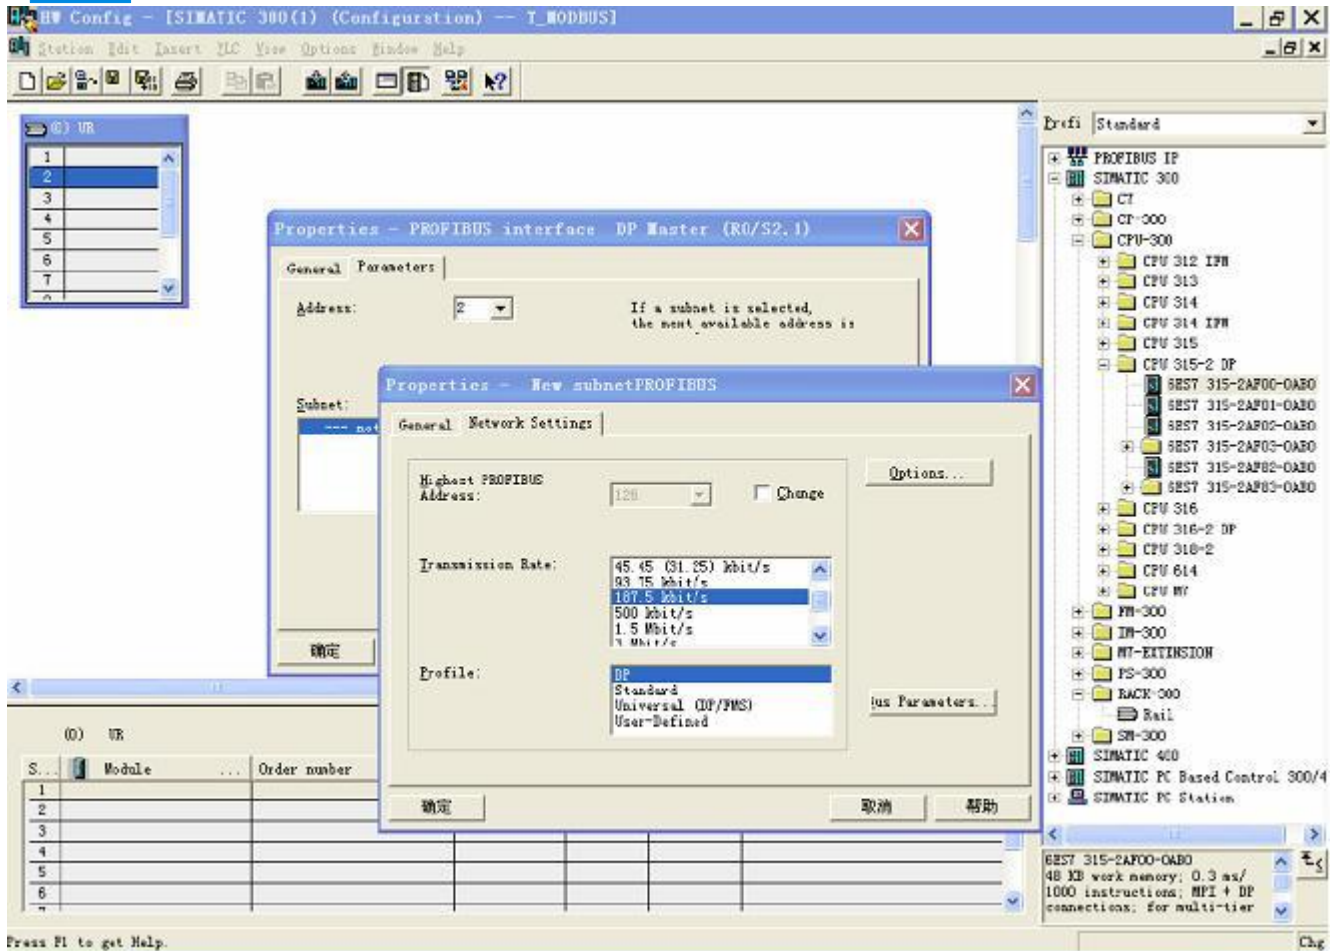

图 8
- 创建 PROFIBUS-DP 网络，设置 PROFIBUS-DP：New->Network settings，选择 DP，选择一个波特率如 187.5Kbps，然后“OK”，双击它；如图 8